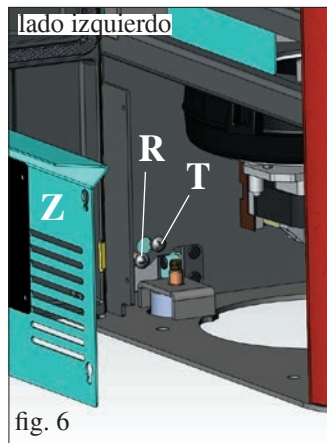

fig. 6
Montar la unión acodada a través de la tira entregada con el equipo sobre la boca del tornillo hembra humos (D - fig.6). Conectar el tubo de salida de humos lateral (no suministrado) a la unión acodada de arriba.
Retirar el diafragma precortado por el lado de chapa lateral para permitir el paso del tubo de salida de humos (no entregado) (fig. 6).
Verificar la alineación vertical de los laterales de cerámica (C) y efectuar las regulaciones a través de los tornillos situados sobre la parte superior (V - fig.5) y en el interior de la estufa a través de los tornillos (R - fig. 6/7)
NOTA: antes de realizar la operación, retirar el panel galvanizado (Z - fig.6/7) de ambos lados y aflojar los tornillos de bloqueo (T - fig. 6/7).